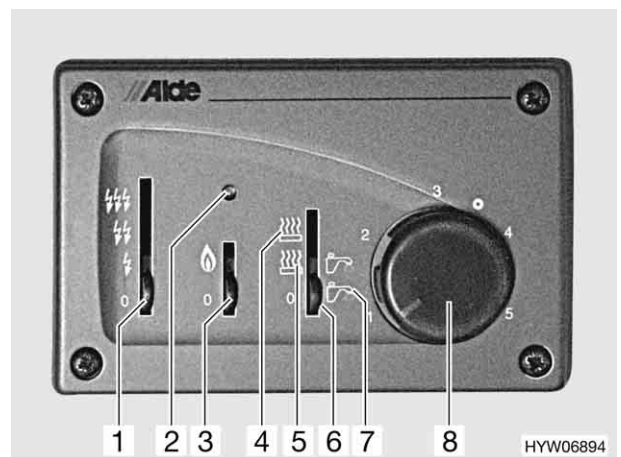

Fig. 115 Unité de commande pour le chauffage à eau chaude
- Eau chaude (Fig. 115,7)
- Chauffage et eau chaude (Fig. 115,5)
- Chauffage (Fig. 115,4)
- Régler le mode de fonctionnement à l'aide de l'interrupteur à curseur (Fig. 115,6).
- Régime au gaz (Fig. 115,3)
- Régime électrique à 230 V (Fig. 115,1)
- Régler l'interrupteur à curseur (Fig. 115,3) sur régime au gaz.
- Régler le bouton tournant de température (Fig. 115,8) sur la température de chauffage désirée.
- Régler l'interrupteur à curseur (Fig. 115,6) sur "Chauffage" (Fig. 115,4) ou sur "Chauffage et eau chaude" (Fig. 115,5).
En cas de dysfonctionnement, le voyant de contrôle rouge (Fig. 115,2) s'allume.
- Régler l'interrupteur à curseur (Fig. 115,3 et 6) sur "0".
- Régler l'interrupteur à curseur (Fig. 115,1) sur la puissance désirée.
- Régler l'interrupteur à curseur (Fig. 115,1 et 6) sur "0".
- Régler l'interrupteur à curseur (Fig. 115, 1, 3 et 6) sur "0".